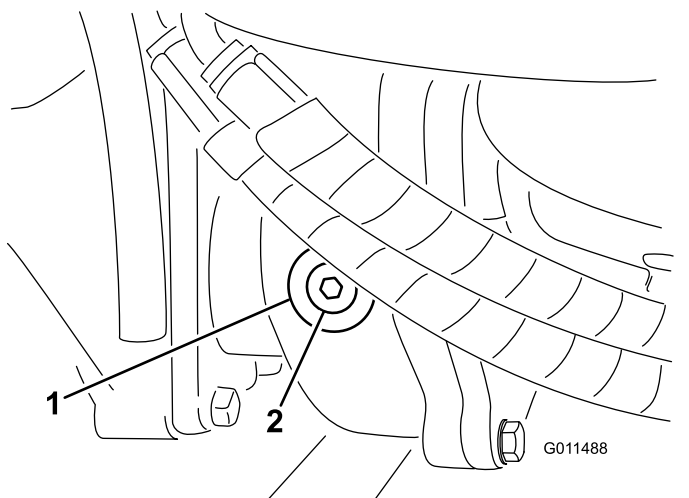

Bild 108
- Entfernen Sie die Prüf-/Füllschraube an der linken Getriebeseite (**Bild 108**) und stellen sicher, dass der Schmierstoff die Unterseite des Lochs erreicht. Füllen Sie bei einem niedrigen Stand genug Schmiermittel auf, um den Stand bis an die Unterseite des Lochs anzuheben.